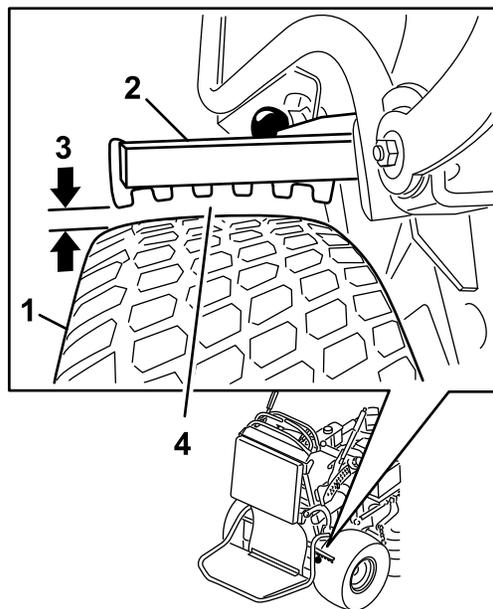

Рисунок 59
6. На стороне с наименьшим зазором проверьте, чтобы зазор находился в пределах от 3 до 6 мм, как показано на Рисунок 59; если этот зазор неправильный, см. раздел Регулировка тормозов \(страница 48\).
5. Отрегулируйте вилку (Рисунок 59).